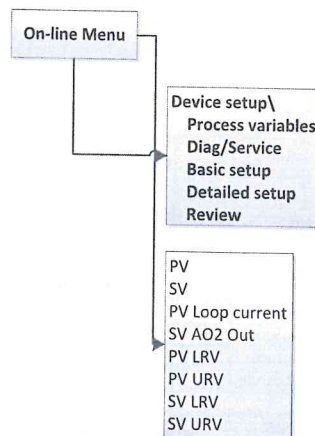

图 6-2 在线主菜单
6.1.3.1 在线 (On-Line) 主菜单 见图 6-2